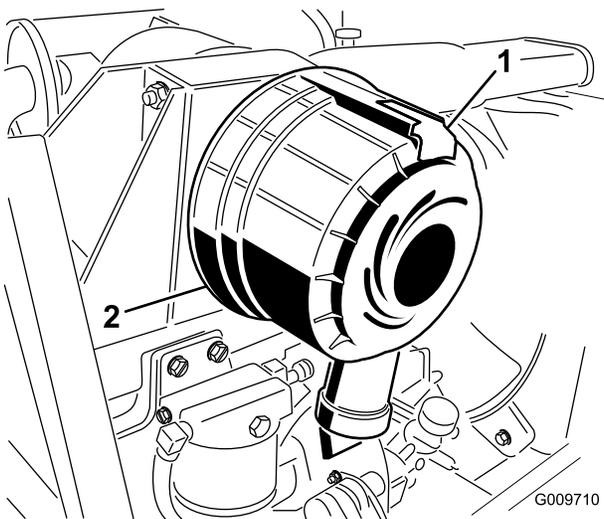

Figura 82
2. Tirate il fermo verso l'esterno e ruotate il coperchio del filtro in senso antiorario (Figura 82).